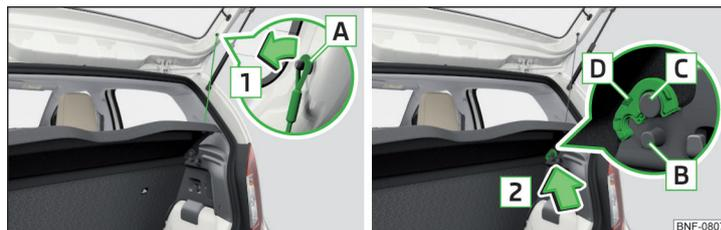

Fig. 81 Retirer la plage arrière du coffre
Si les sangles **A** » fig. 81 sont accrochées au capot du coffre à bagages, la plage arrière du coffre (ci-après uniquement désignée par le terme "plage arrière") s'ouvre en même temps que le capot.
- Relevez la plage arrière et verrouillez les deux côtés de la plage arrière dans les boulons **B** » fig. 81.
- Rabattez la tablette relevée vers le bas. La tablette sort des boulons **B** » fig. 81.
- Décrochez les sangles **A** des deux côtés du capot du coffre à bagages dans le sens de la flèche **1** » fig. 81.
- Placez les logements [D] de la tablette sur les boulons [C] » fig. 81.